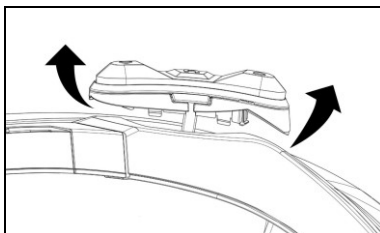

Fig. 27
- Girar o teclado no sentido anti-horário (Fig. 27).